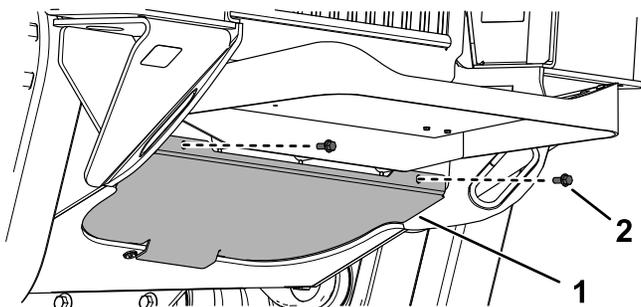

Рисунок 44
1. Отверните 2 болта крепления нижней пластины (Рисунок 44).